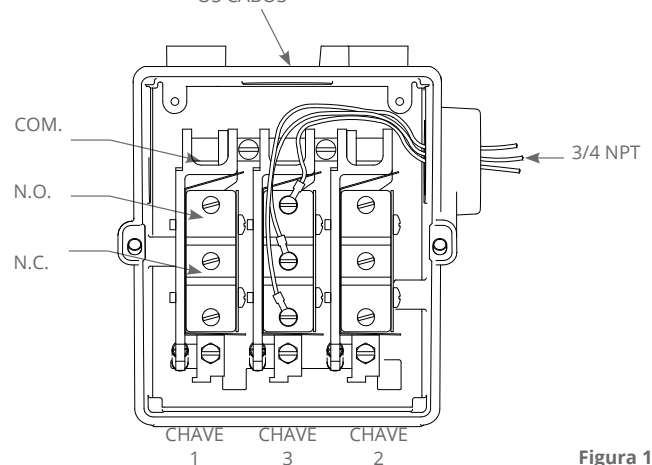

Figura 1
- 3 Conecte o conduíte ao gabinete e ligue diretamente nos terminais da chave de acordo com os códigos elétricos locais e nacionais. Os três terminais do interruptor estão claramente identificados como "comum", "normalmente aberto" e "normalmente fechado". Leve os fios até os terminais da parte traseira do caso (consulte a Figura 1).
i DEIXE FOLGA SUFICIENTE (VEJA A FIGURA 1) PARA NÃO AFETAR O MOVIMENTO DA CHAVE AO FAZER AJUSTES. CERTIFIQUE-SE DE QUE OS FIOS NÃO TOQUEM NA TAMPA QUANDO INSTALADA.